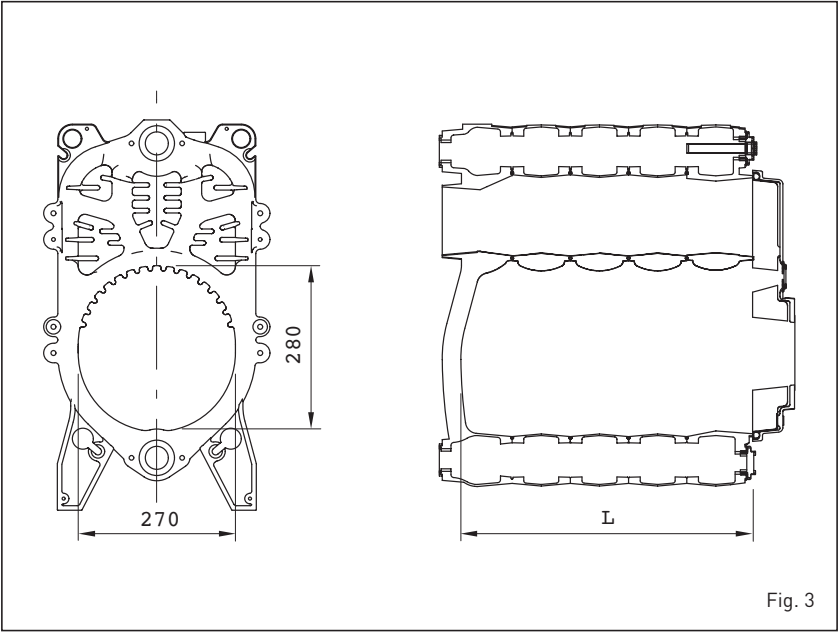

Fig. 3
1.6 CÂMARA DE COMBUSTÃO (fig. 3)
A câmara de combustão é de simples passagem e está em conformidade com a norma do EN 303-3 anexo E. As dimensões da câmara de combustão são indicadas na fig. 3.